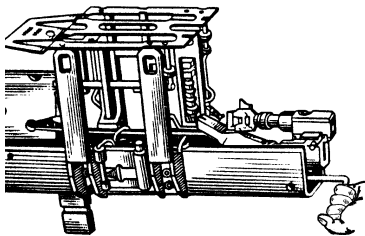

Рис. 116.
1.7. Від'єднати затворну раму від ствольної коробки. Для чого здвинути противідскок за відігнутий кінець тяги до упору назад (рис. 116).